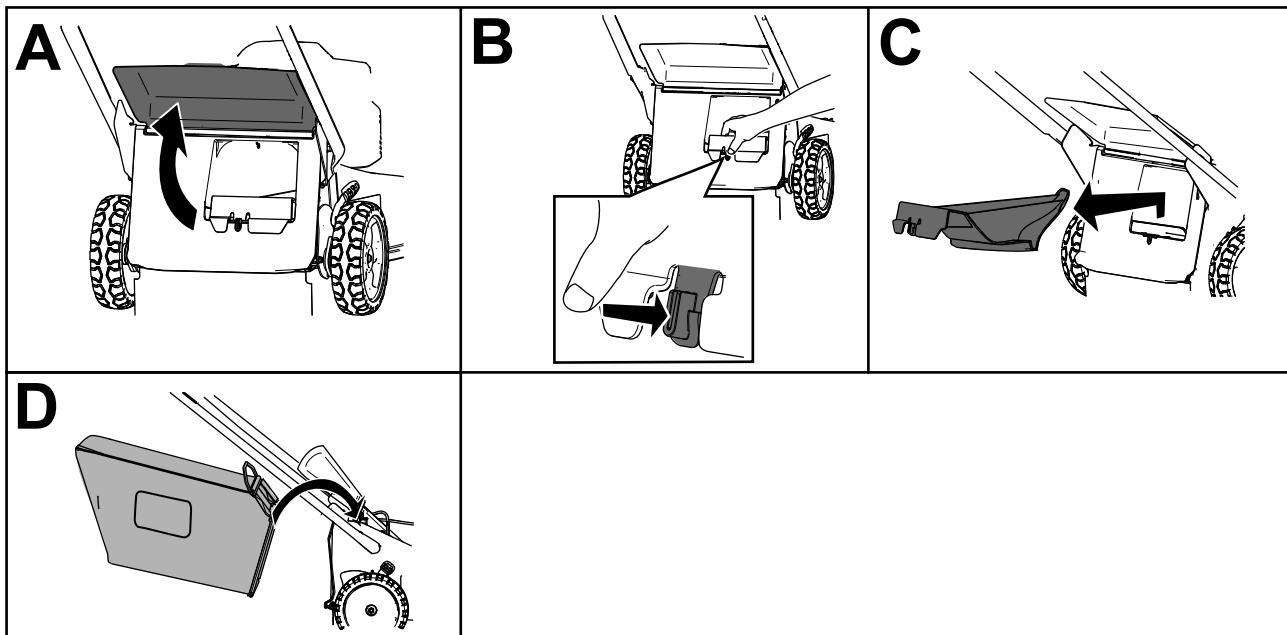

Figura 18
**Nota:** Para desbloquear el tapón trasero, gire la palanca del tapón a la derecha (Figura 18).
3. Levante y sujeté el deflector trasero (Figura 18, A).
4. Retire el tapón de descarga trasera presionando el enganche hacia dentro con el dedo pulgar y extrayendo el tapón de la máquina (Figura 18, B y C).
5. Inserte los extremos de la varilla de la bolsa en las muescas de la base del manillar, y mueva la bolsa hacia adelante y hacia atrás para verificar que los extremos de la varilla están asentados en el fondo de cada muesca (Figura 18, D).
3. Retire la varilla de la bolsa de recogida de las muescas de la base del manillar (Figura 18, A).
4. Instale el tapón de descarga (Figura 18, B).
5. Baje el deflector trasero (Figura 18, C).